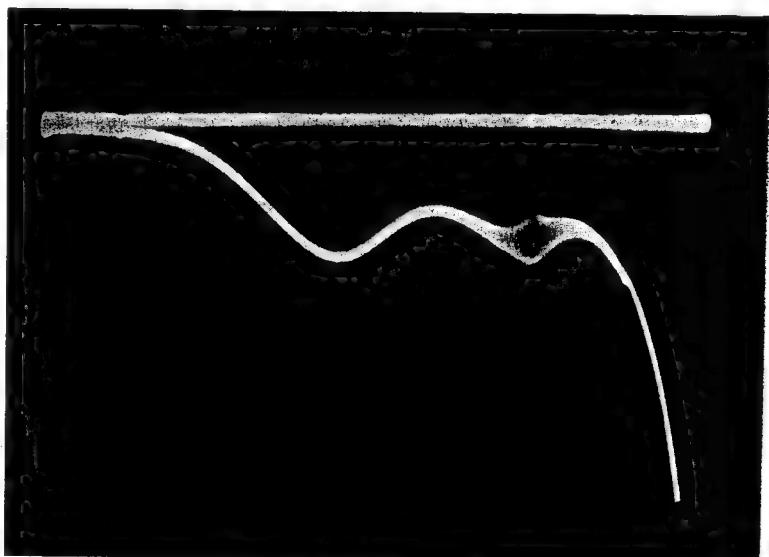

Bild 10 Tontreppe vergrößert
h) Um den Verlauf der Kurve im einzelnen zu messen, kann man mit den Marken durch Verstimmen des Markengebers auf der Kurve hin und her fahren und so die Frequenzen der markanten Kurvenpunkte genau ermitteln. Es sei hier erwähnt, daß sich z. B. die Tontreppe dadurch sehr genau vermessen läßt, daß man sie gewissermaßen vergrößert auf dem Oszillographen abbildet, wie es Bild 10 zeigt. Hierzu verkleinert man den Hub und stellt gleichzeitig die Abstimmung des Wobblers so, daß nur noch die Tontreppe im Bild ist. Dann dreht man die Ausgangsspannung des Wobblers oder die Verstärkung des Oszillographen etwas auf, um auch in senkrechter Richtung das Bild größer zu erhalten. Mit der Frequenzmarke läßt sich nun die Breite der Tontreppe sehr exakt bestimmen.
- d) Nach Einstellung aller Kreise auf Sollfrequenz schaltet man den Wobbler wieder ein und überprüft die Kurvenform. Die Saugkreise für die Nachbarkanäle werden nicht mehr korrigiert, da sie auf der Kurve nicht erkennbar sind, man würde also nur die vorangegangene exakte Abstimmung wieder zerstören. Man korrigiert nun die Ton-Saugkreise so, daß eine ebene Treppe entsteht und anschließend die eigentlichen Abstimmkreise, bis die Kurve die saubere Form wie in Bild 10 annimmt. (Es sei hier auf die speziellen Kurvenformen hingewiesen, die vom Hersteller in der KD.-Anweisung angegeben sind). Nach einigen Versuchen erkennt man bald den Einfluß der einzelnen Kreise auf bestimmte Abschnitte der Kurve, so daß man die Korrekturen richtig vornimmt.